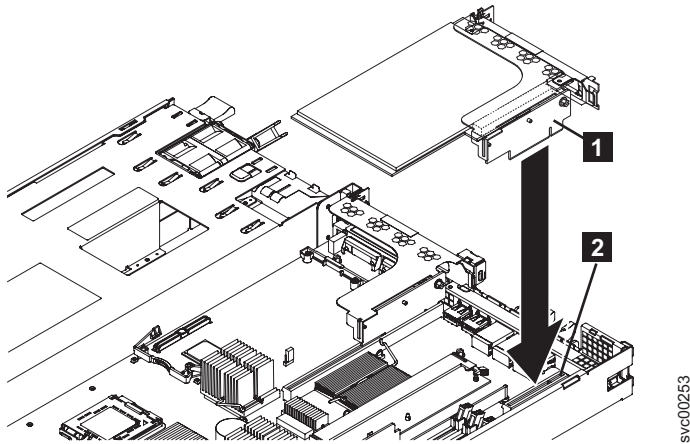

図 184. SAN ボリューム・コントローラー 2145-8G4 用のライザー・カード・アセンブリーの交換
1. アダプターを挿入する場合、まずロー・プロファイル・アダプターのエッジ・コネクタ **1** をライザー・カード・アセンブリー **4** 上のコネクタ **3** に位置合わせします。アダプターがライザー・カード・アセンブリーにカチッとハマったことを確認します。215 ページの図 184 に示すように、ライザー・カード・エッジ・コネクタ **5** をしっかりとシステム・ボード・コネクタに押し込みます。